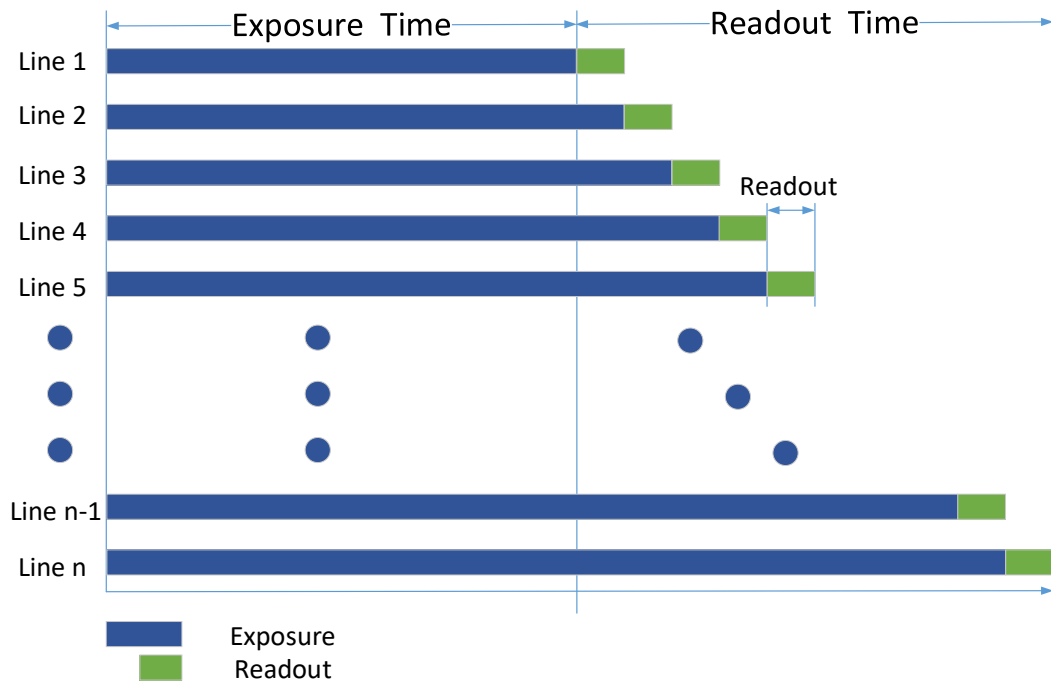

图9-3 Global Reset 工作原理
- 开启 *Global Reset* 功能后，因图像各行的曝光时间不同，可能会导致图像各行从上至下亮度不同。因此若开启此功能，建议在全暗环境下，配合工业光源一同使用。在图 9-3 所示的曝光时间内开启光源，其他时间关闭光源，使得图像各行在相同的曝光时间内获得同样的照明，以此来控制图像各行的亮度。